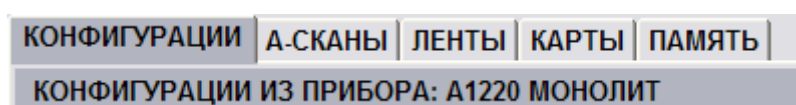

Рисунок 17
- Для загрузки конфигураций из прибора следует нажать кнопку  в окне программы, которая активна только при подключенном приборе, или F1 на клавиатуре ПК. Программа считывает конфигурации из прибора, в строке источника данных будет указан прибор (рисунок 17).